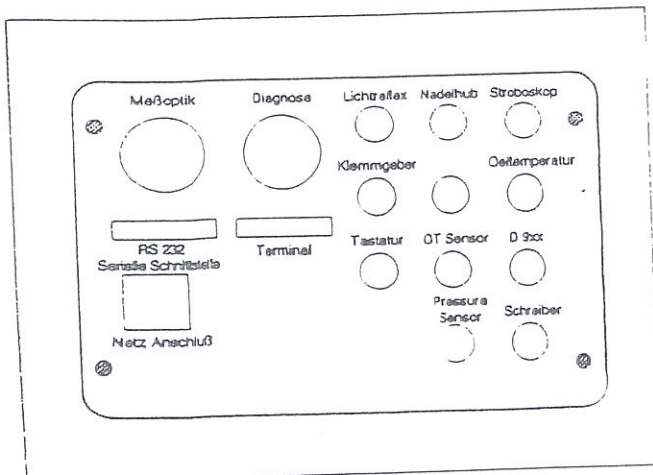

Fig. 6 Achterzijde rekeneenheid DO 285
- Sluit de meeteenheid aan op de aansluiting voor de meetoptiek, (= 'Meßoptik'), zie Fig. 6. Overtuig u ervan dat u de kabel korrekt monteert. De connector met de kontakt pennen wordt op de rekeneenheid aangesloten.